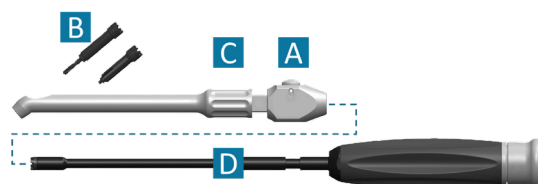

Figura 41
- Desmontaje: Coloque el botón de desbloqueo (A) hacia arriba y manténgalo pulsado mientras separa el vástago externo de la llave acodada (B) lo suficiente para que las brocas o las puntas de destornillador (C) puedan extraerse proximalmente del vástago externo del destornillador. Una vez extraída la punta, mantenga pulsado el botón y continúe deslizando el vástago hasta que se separe del mango del destornillador acodado (D) (Figura 41).
- Reensamblaje: Conecte el vástago externo de la llave acodada (B) al extremo distal del mango del destornillador acodado (D) con el botón de liberación (A) hacia arriba y deslícelo hacia el mango. No deslice el vástago exterior del destornillador hasta el tope. Coloque las brocas o las puntas de destornillador acodadas (C) a través del vástago externo de la llave hasta que alcancen el tope fijo. Deslice el vástago exterior de la llave acodada por el mango hasta alcanzar el tope de este. Puede notar una respuesta táctil o audible cuando el botón de liberación vuelve a engarzarse con el vástago. Compruebe que el vástago externo de la llave acodada está bien sujeto al mango, tirando de él hacia fuera y asegurándose de que permanece ensamblado en una sola pieza. Al mismo tiempo, gire el mango para comprobar que las puntas también giran con el mango.